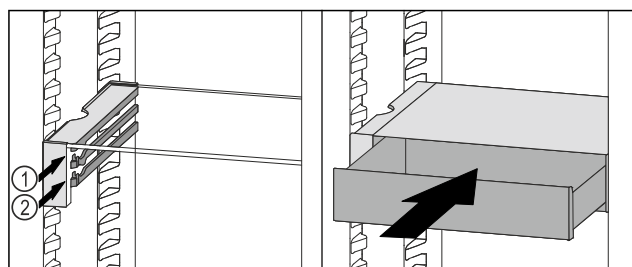

Fig. 197
- ▶ VarioSafe-Schubfach hinter den Stoppern auf gewünschter Rippe Fig. 197 (1) oder Fig. 197 (2) aufsetzen.